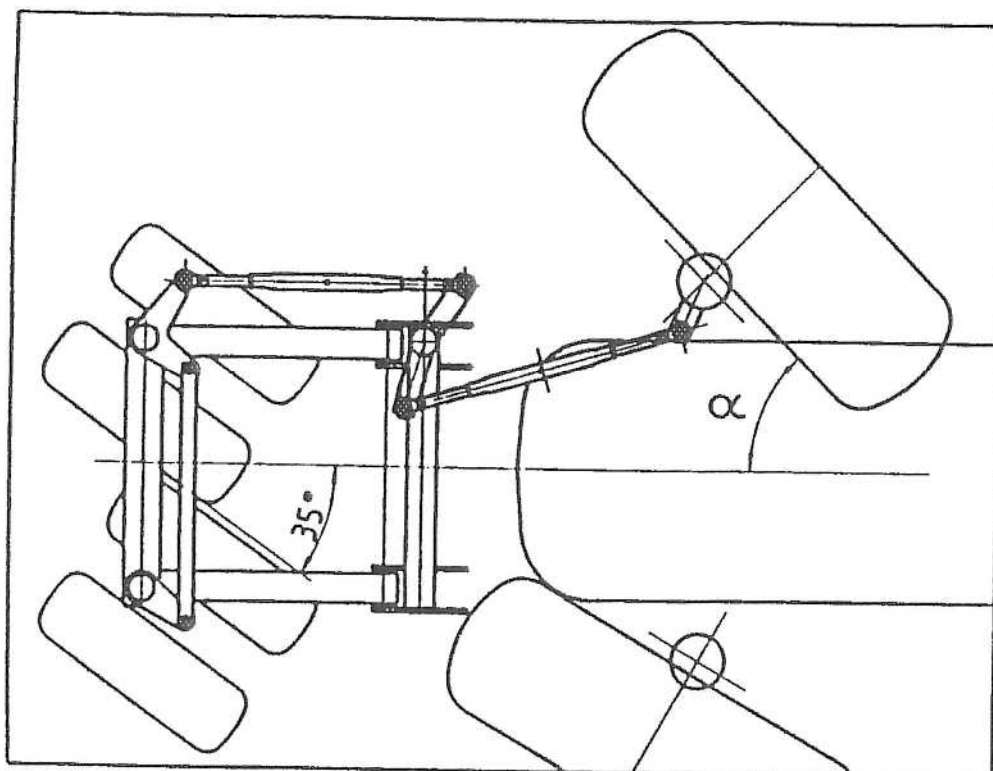

Fig.4 L'angle α est l'angle d'ouverture maxi de la roue avant droite
- 3) Définir la distance X du gougeon par rapport à l'axe de l'articulation de la roue. Elle peut se calculer avec la formule suivante $= (115 \times 180^\circ) / (3.14 \times \alpha)$. La valeur à prendre pour α est la valeur de l'angle d'ouverture maximum de la roue (voir fig. 4). Cette formule ne tient pas compte du déhanchement du pont avant et de l'inclinaison de l'articulation de la roue, mais elle permet une mise en position préalable à un premier essai.